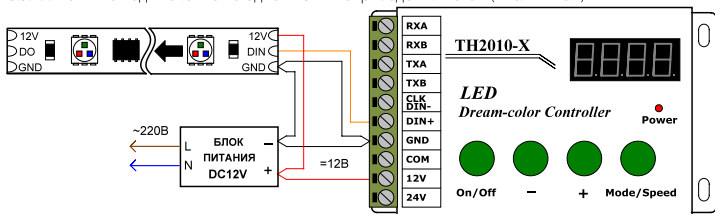
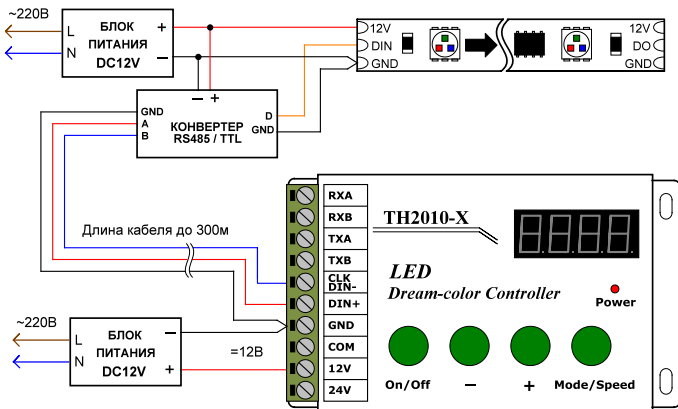

Рис.2. Схема подключения контроллера с использованием общего источника питания для ленты и контроллера.
Рис.4. Схема подключения при большой удаленности ленты от контроллера.
3.3. Выполните подключение по одной из нижеприведенных схем (Рис.2 - Рис.4)